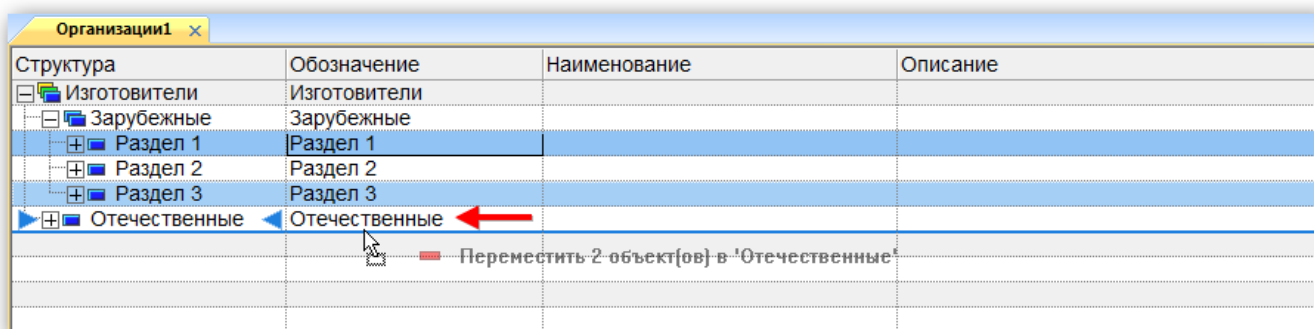

Рис. 9-13 – Перемещение разделов справочника
2) Выбрать раздел в рабочем окне справочника «Организации». Для выделения нескольких разделов используются клавиши CTRL и SHIFT¹³⁾. В примере, приведенном на рис. 9-13, выделены разделы «Раздел 1» и «Раздел 3».